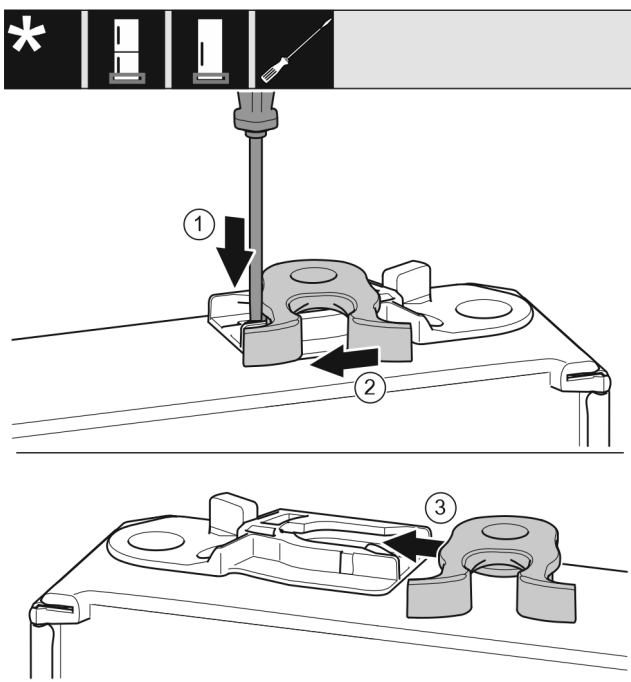

Fig. 18
- ▶ Suruge aasa Fig. 18 (1) lapikkruvikeerajaga allapoole.
- ▶ Tõmmake sulgemiskonks Fig. 18 (2) juhikust välja.
- ▶ Lükake sulgemiskonks Fig. 18 (3) teisel küljel juhikusse.